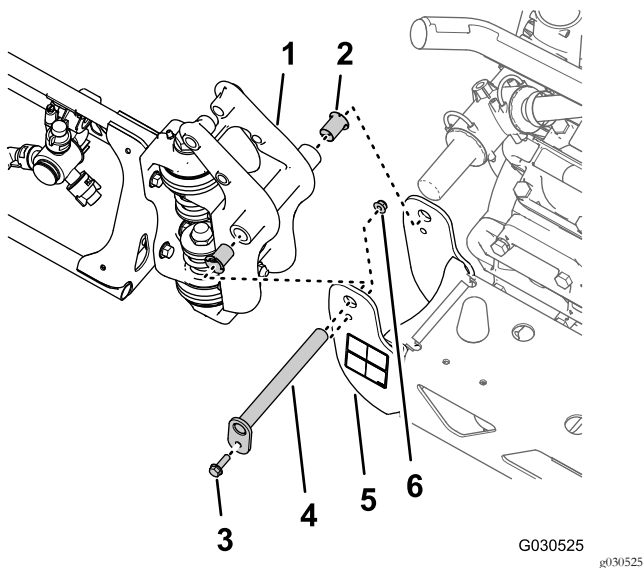

图40
1. 拧下将枢轴销固定至枢轴支架的凸缘螺栓5/16 x 1英寸和凸缘锁紧螺母5/16英寸 图40。
2. 从中间喷洒段的枢轴支架和外侧喷洒段的枢轴接头中拆下枢轴销 图40。
3. 将外侧喷洒段与中间喷洒段分开然后从机器中取出外侧喷洒段 图40。
4. 拆下外侧喷洒段枢轴接头上的 2 个尼龙凸缘轴套 图40。